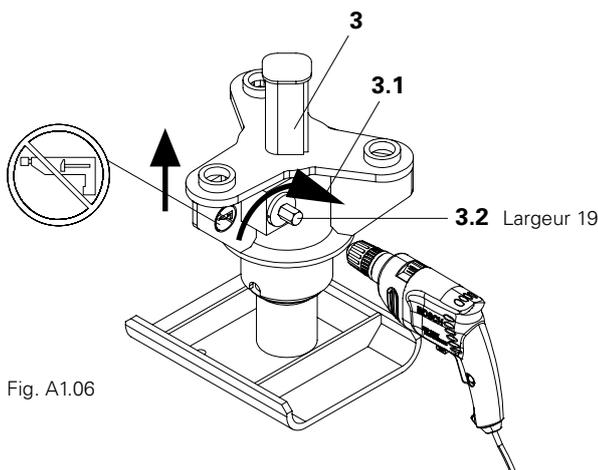

Fig. A1.06
1. Avant chaque utilisation, lubrifier le décintreur (3) au niveau du graisseur (3.1) avec de la graisse hautes performances, par ex. AVIA LITH-2-F. En cas d'utilisation sous l'eau, lubrifier également après le démontage. (Fig. A1.06)
2. Sortir entièrement le décintreur avec l'embout hexagonal (3.2), largeur 19. Ne pas cisailer la goupille de sécurité (butée). (Fig. A1.06)
- Arrêter l'élément de percussion de la perceuse pour éviter d'endommager le décintreur ! (Fig. A1.06)